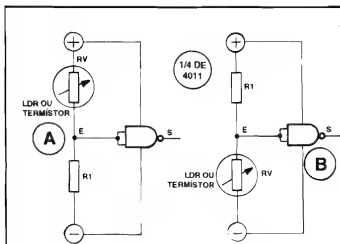
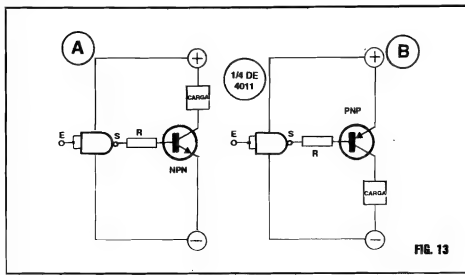

FIG. 11
FIG. 13
- FIG. 13- ACIONANDO "CARGAS" SOB MAIORES CORRENTES, A PARTIR DE UMA SAÍDA DE GATE C.MOS... - Nos exemplos da fig. 11, o aproveitamento apenas da Corrente fornecida (ou "puxada") diretamente pela Saída C.MOS, obviamente limita muito, em termos de Potência final, as aplicações comandadas... Se quisermos acionar "cargas" que demandem Correntes mais "pesadas", basta recorrermos aos nossos "velhos amigos" amplificadores, os **TRANSISTORES BIPOLARES** comuns (já "mais do que estudados"...), conforme exemplificam os dois diagramas, sendo um com unidade NPN e outro com PNP... Em qualquer caso, o terminal de base do transistor é ligado à Saída C.MOS, ou de modo direto, ou com a intervenção de um resistor, cujo valor, tipicamente, situa-se em torno de 10K, mas que pode variar, em função das necessidades de Corrente de base e do **ganho** do transistor, etc. Em 13-A, a carga será energizada apenas quando a Saída S do C.MOS se apresentar "alta", ficando desenergizada quando a dita Saída apresentar nível digital "baixo"... Em 13-B a situação se inverte, com a carga eletricamente acionada apenas